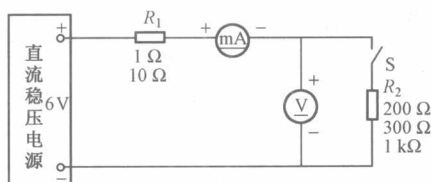

图 1.2.1 实验 1 电路
- ① 在实验板上按照图 1.2.1 连接好电路。
- ② 当 S 断开时, 读出电流表和电压表的数值, 并记录入表 1.2.1 和表 1.2.2 中。
- ③ 当 S 闭合时, 分别接入负载电阻 $200\ \Omega$ 、 $300\ \Omega$ 、 $1\ \text{k}\Omega$, 在 $R_1=1\ \Omega$ 和 $R_1=10\ \Omega$ 两种情况下读出三种不同负载电阻对应的电流表和电压表的数值, 分别记录入表 1.2.1 和表 1.2.2 中。